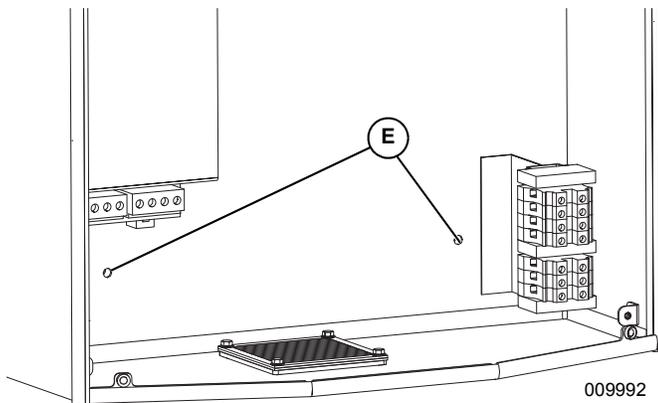

Figura 4-4. Orificios de montaje
5. Consulte la **Figura 4-4**. Fije el inversor a la pared con dos sujetadores a través de los orificios de montaje (E).